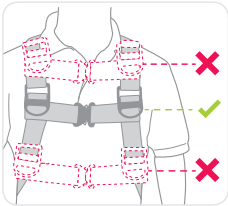

Abbildung 12
- Der Brustgurt muss sich mittig über Ihrem Brustbein befinden (siehe Abbildung 12).